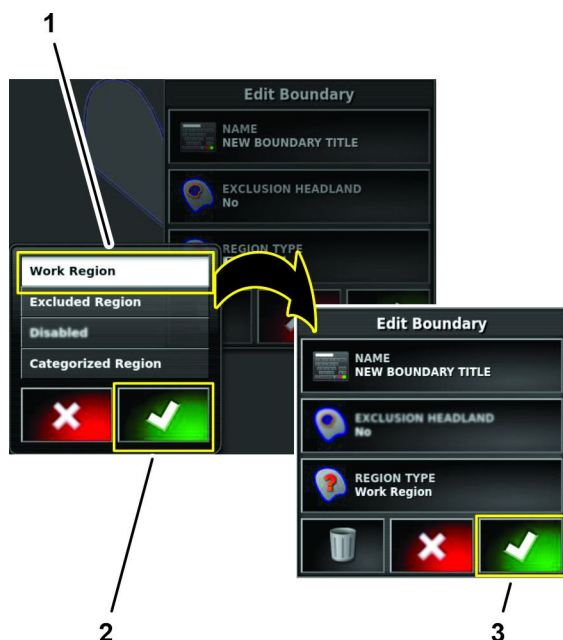

Figura 60
2. Nella finestra di dialogo Tipo di regione, premete l'icona REGIONE DI LAVORO, quindi premete l'icona Conferma (Figura 60).